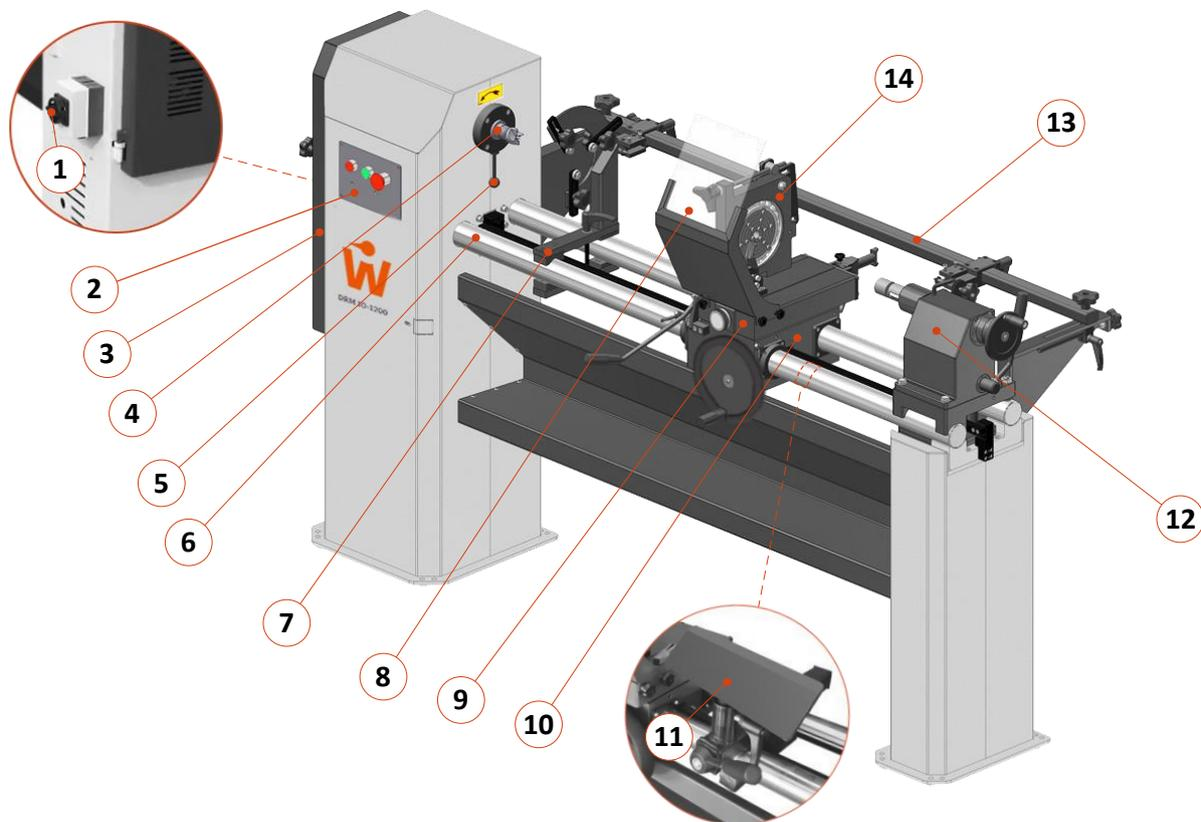

Abbildung 8: Maschinenübersicht - Hauptkomponenten
- Die Drehrichtung ist zudem mit einem Schild über der Spindel gekennzeichnet (siehe ⇒ Abbildung 8).